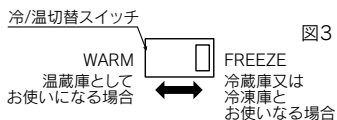

図3
- 2.温冷切替スイッチをいずれかに合わせてください。(図3)
- 3.電源コードの差し込みプラグ(電源側)をシガーソケットに差し込んでください。(図3)